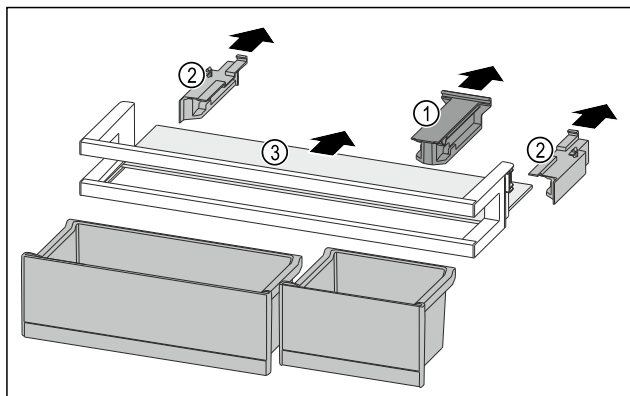

Fig. 92
- ▶ Træk holdesektionen Fig. 92 (1) af.
- ▶ Træk sidesektionerne Fig. 92 (2) af.
- ▶ Tag hylden Fig. 92 (3) ud.